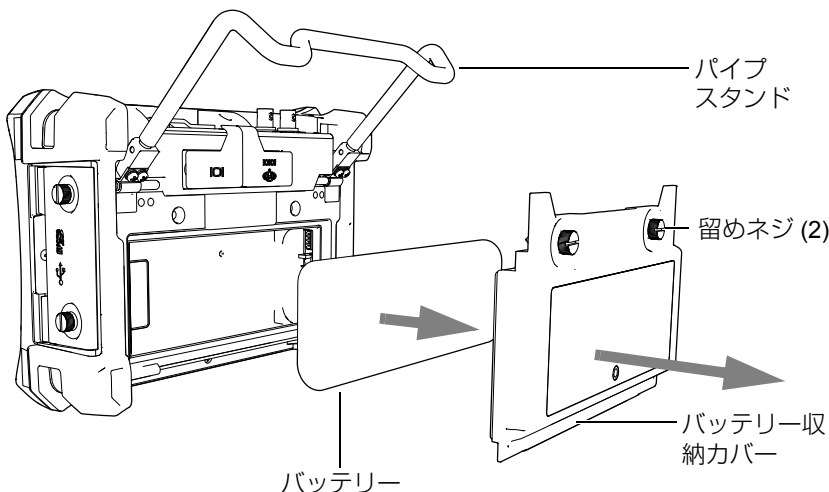

図 12-1 リチウムイオンバッテリーの取外し
2. 探傷器の背面にあるパイプスタンドを完全に開きます（302 ページの図 12-1 参照）。